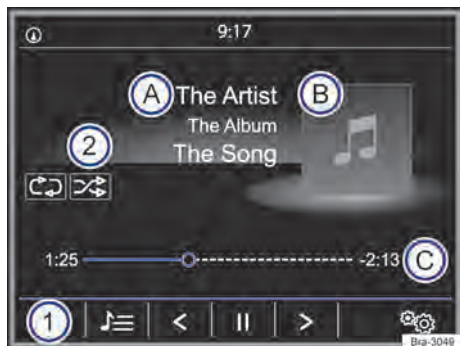

Fig. 143 Menu principal MEDIA.
– Pressionar o botão do rádio **MEDIA** para abrir o menu principal *MEDIA* → Fig. 143.
As fontes de mídia que são reproduzidas atualmente são exibidas na superfície de função na parte inferior esquerda → Fig. 143 ①.
- **OU**: no menu principal *MEDIA* tocar na superfície de função → Fig. 143 ① e selecionar a fonte de mídia desejada.